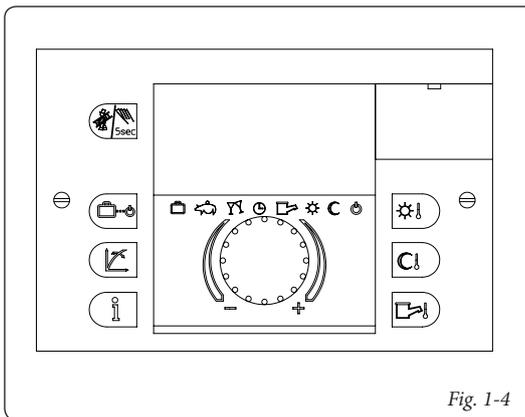

Fig. 1-4
- Il regolatore di cascata e zone (Fig. 1-4) viene collegato alla caldaia tramite due soli fili ed è alimentato a 230 V e consente di:
Le operazioni di seguito descritte vanno effettuate dopo aver tolto tensione all'apparecchio. L'eventuale termostato o cronotermostato ambiente On/Off va collegato ai morsetti "E" e "F" eliminando il ponte X40 (Fig. 1-4). Assicurarsi che il contatto del termostato On/Off sia del tipo "pulito" cioè indipendente dalla tensione di rete, in caso contrario si danneggerebbe la scheda elettronica di regolazione. L'eventuale regolatore di cascata e zone deve essere montato all'interno del quadro elettrico e allacciato mediante i morsetti 37 e 38 ai morsetti "M" e "O" sulla morsetteria di allacciamento X86 (in caldaia) rispettando la polarità eliminando il ponte X40, (Fig. 3-4) l'allacciamento con polarità errata, pur non danneggiando il termoregolatore, non ne consente il suo funzionamento.